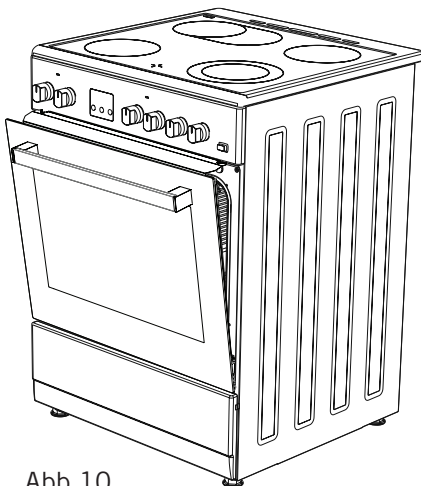

Abb.10
**3.** Befestigen Sie dann die Sicherheitsblende zwischen Ofen und vorderer Abdeckung, indem sie die Abdeckung vorsichtig schließen. (Abbildung 10)